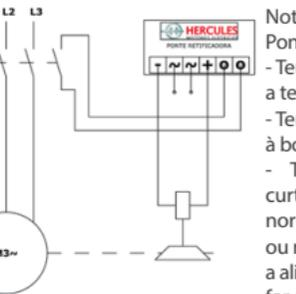

Figura 2 - Esquema de ligação para a ponte retificadora para frenagem rápida
B) Frenagem rápida: deste modo a alimentação da ponte retificadora deve ser feita conforme a Figura 2.